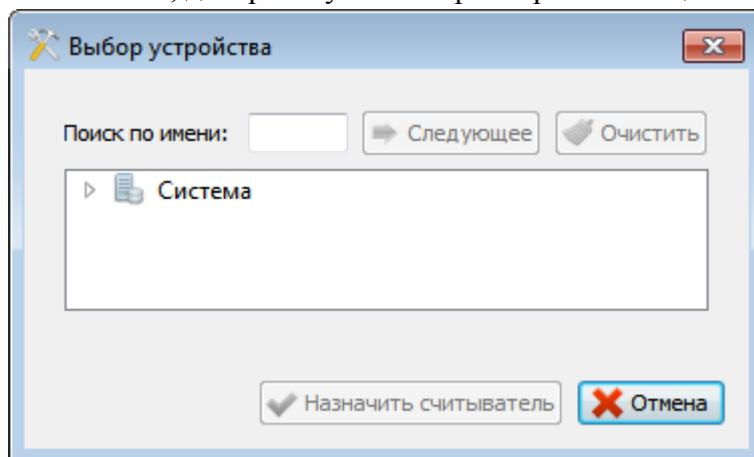
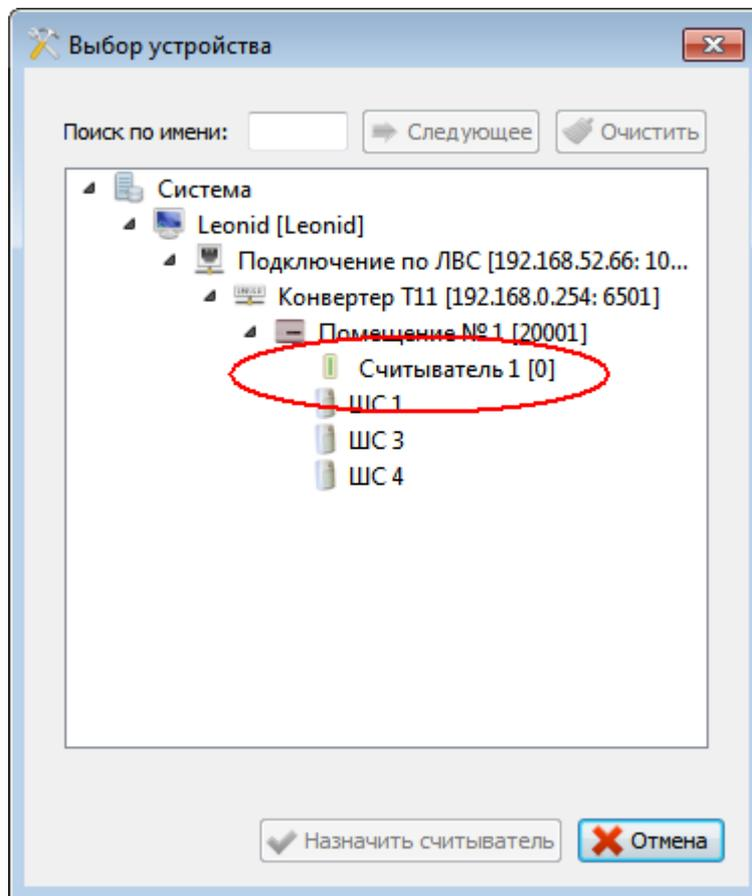

Рис. 53
Рис. 54
- Нажмите кнопку «Считыватель». На экране появится окно «Выбор устройства» (Рис. 53). Разверните дерево аппаратуры последовательными нажатиями на значок ▶ и выберите «Считыватель 1», дочерний узел контроллера «Помещение № 1» (Рис. 54).